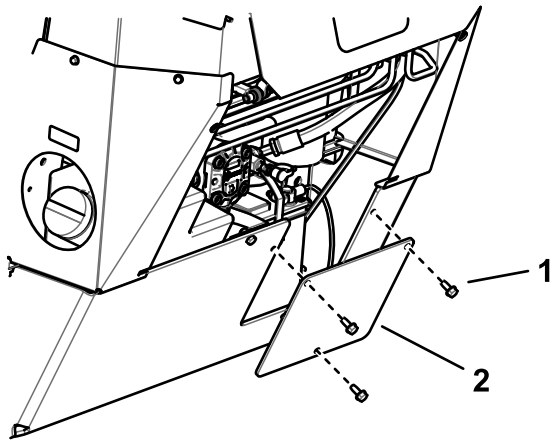

Figura 37
5. Montai panoul de acces la baterie (Figura 37).